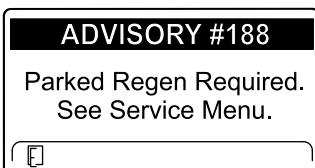

Рисунок 56
- Требуется стационарная регенерация ИНФОРМАЦИОННОЕ СООБЩЕНИЕ № 188 (Рисунок 56)